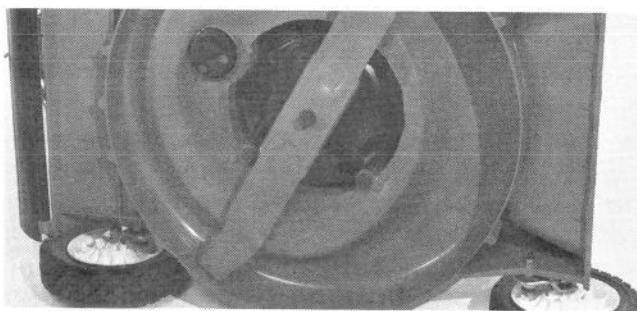

Figure 25
3. Inclinez la tondeuse sur son côté gauche (Fig. 25).